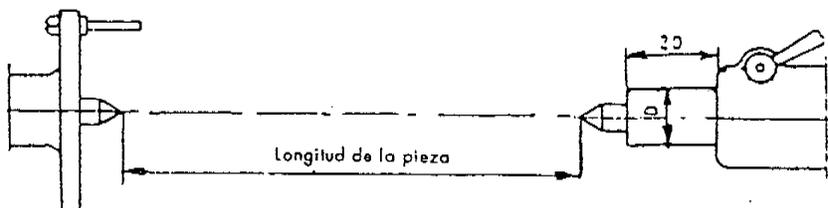

Figura 3
- a. Desplace el cabezal móvil y fíjelo a la posición adecuada ( Figura 3 ).